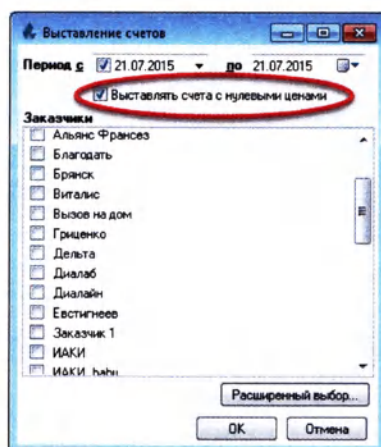

Рисунок 10.4
4. Чтобы выставлять счета с нулевым счетом, выберите соответствующее поле галкой, как показано на рисунке ниже (Рисунок 10.4):